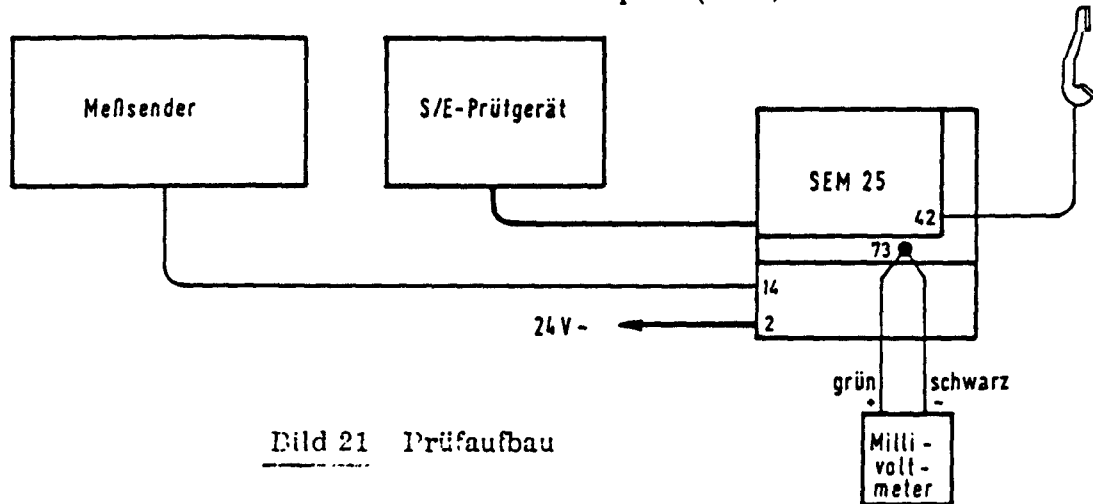

Bild 21 Prüfaufbau
4.3.4. Überprüfen der Empfindlichkeit des Sender-Empfängers mit Meßsender (Bild 21)